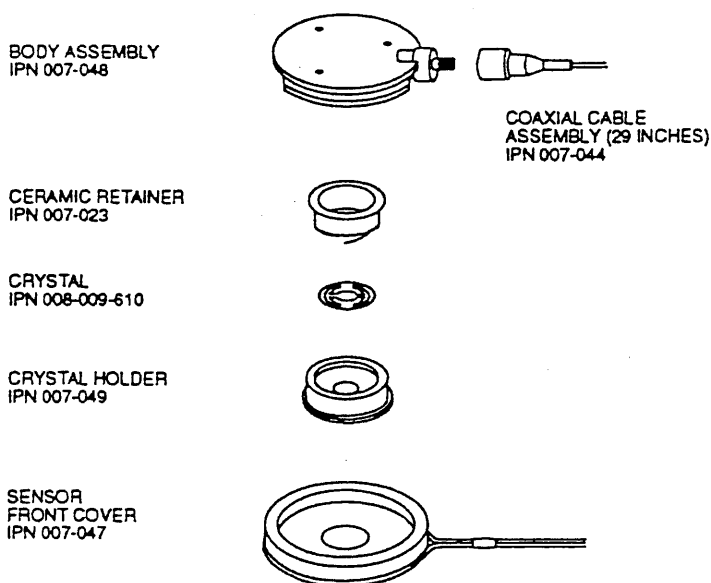

図6.4 スパッタ用センサー (展開図)
1. 指でボディーアセンブリを掴んで水令された前部からまっすぐに引き離します。(ボディーアセンブリを分離するにはセンサーケーブルを外す必要があります。) 図6.4参照。